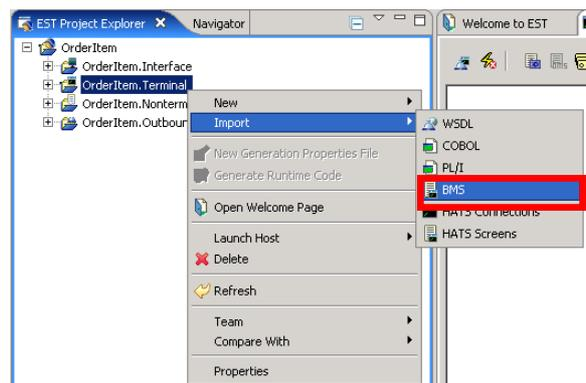

Abbildung 27
1. Um die screens, die für unser CICS Catalog Manager Beispiel benötigt werden zu importieren, muss im EST Project Explorer mit der rechten Maustaste auf den Ordner **OrderItem.Terminal** geklickt werden und anschließend: **Import** → **BMS** ausgewählt werden (Abbildung 27).